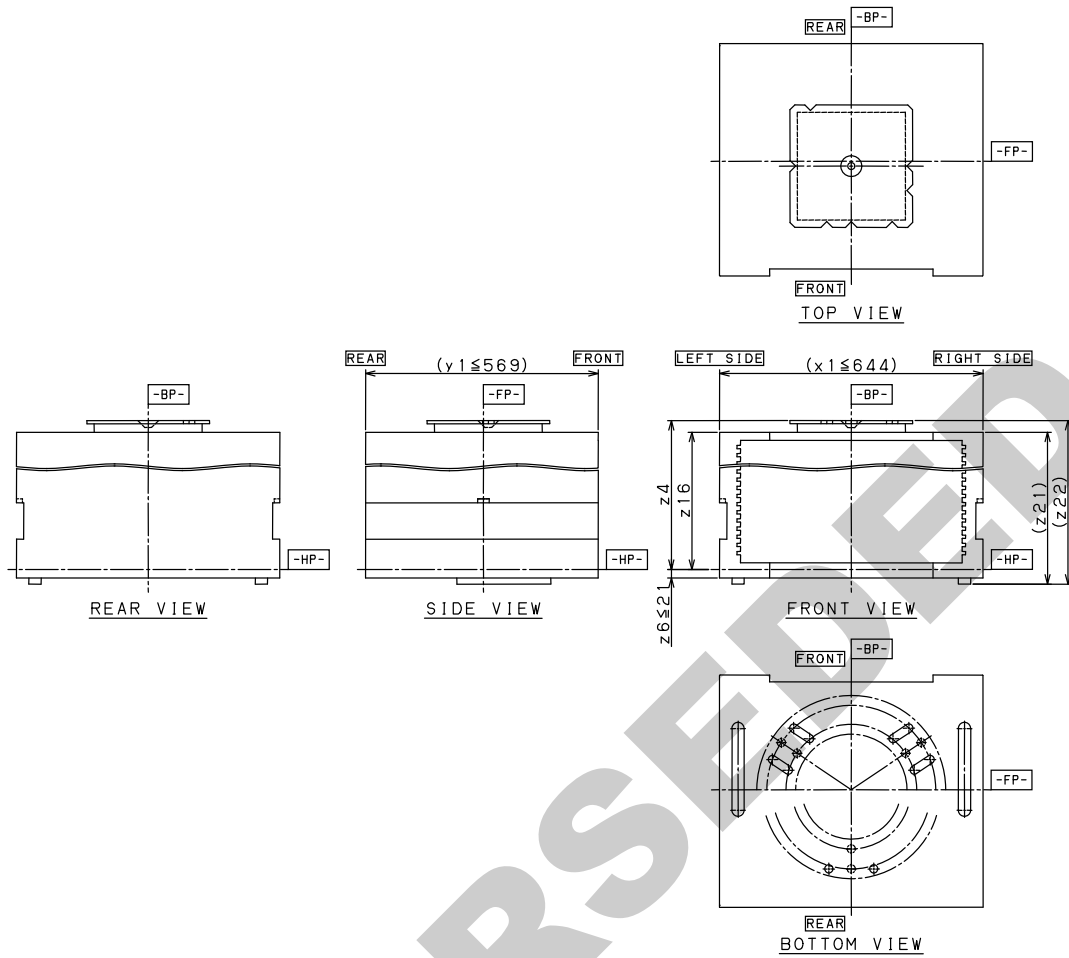

図 1
5.1 寸法 — 450 TFC の寸法を図 1 ～ 図 16、表 1 に示す。